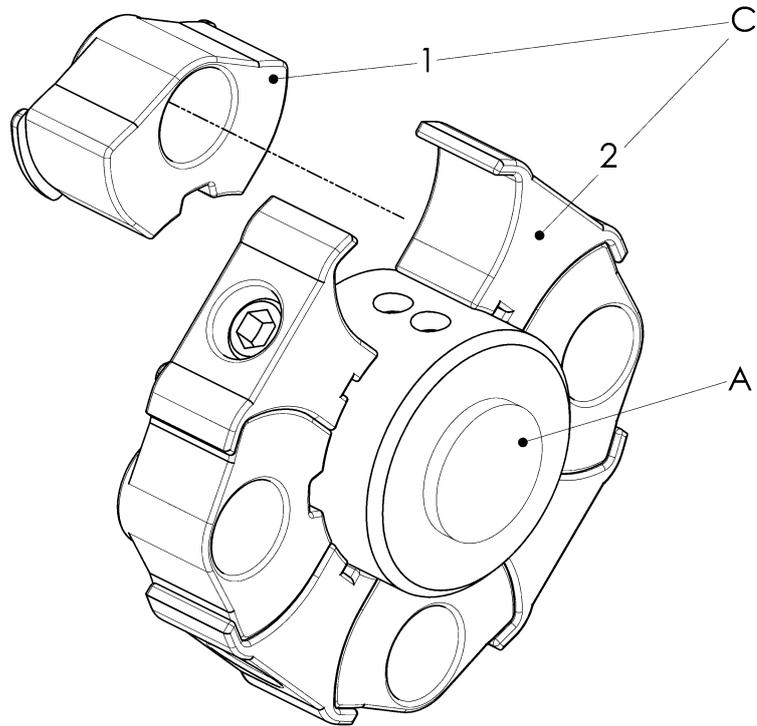

Abbildung 5-10 Elastikelement montieren
8.3 Elastikelemente demontieren (falls erforderlich)**Siehe Abbildung 5-10:**
- Elastikelemente (1) von Baugruppe Nabe (2) entfernen.